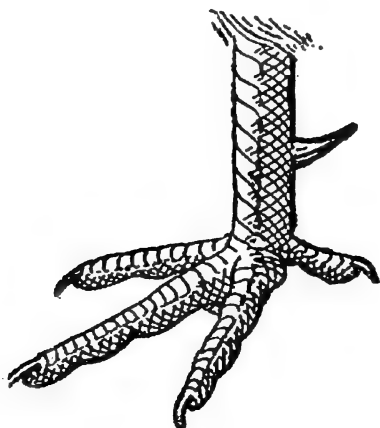

Fig. 3. — Une patte de coq.
**3. Les pattes.** — Voyez une poule ou un coq grattant le sol : chaque patte (fig. 3) a en avant 3 longs doigts terminés par un ongle fort et crochu ; en arrière, un doigt plus court, au-dessus duquel le coq porte un ergot pointu. La patte est recouverte d'une peau dure et écailleuse.